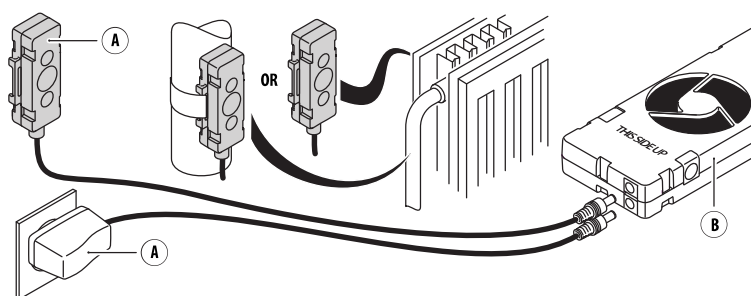

Fig. 3 - Connexion de l'adaptateur secteur (A1) et du capteur de température (A2).
- Fixez le **capteur de température** (A2) avec ses aimants (a2, a3) à l'arrière du radiateur, à proximité du tuyau d'alimentation en eau chaude ou sur le tuyau lui-même (voir fig. 3).
5. Connectez l'**adaptateur secteur** (A1) au **connecteur femelle** restant (b1 ou b2) et à la prise murale (voir fig. 3).